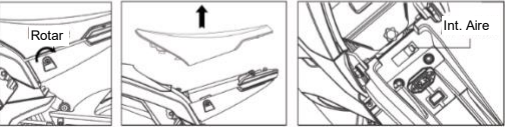

Figura 2
- (1) Desbloquee el cierre del asiento, retire el asiento y apague el interruptor de aire. (Figura 2)